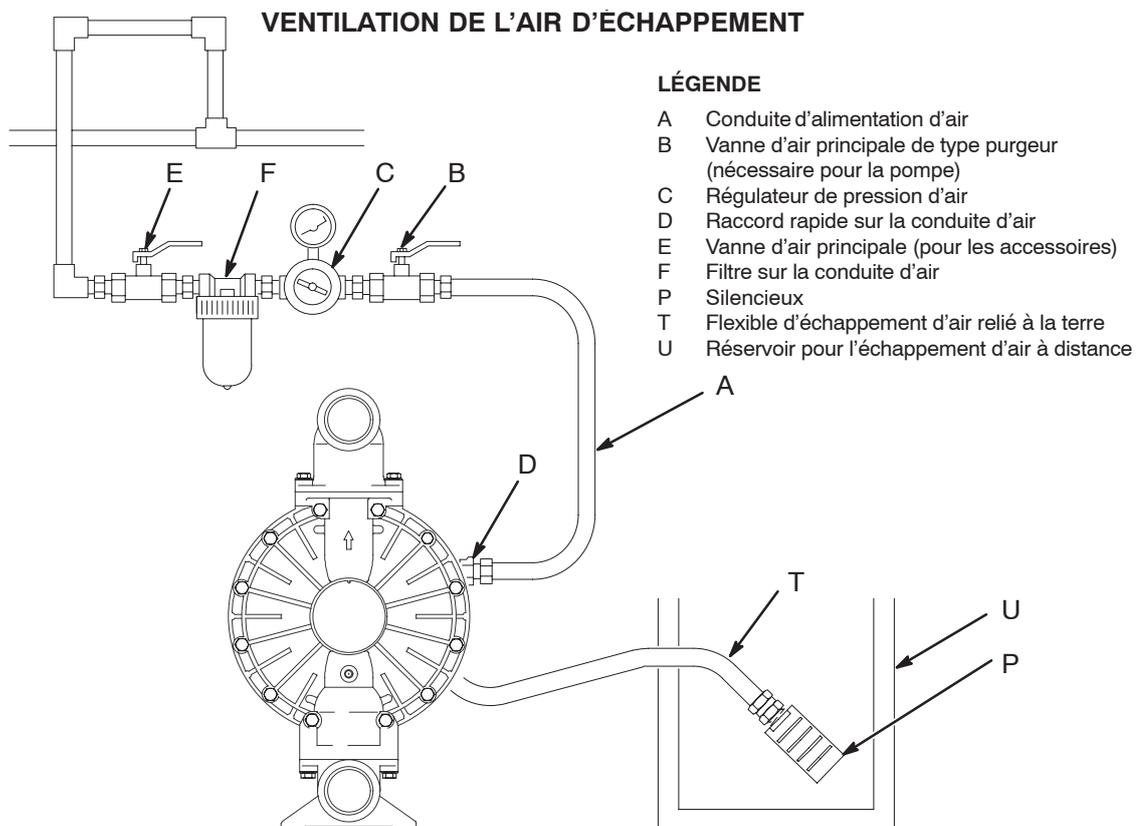

Fig. 5
Une membrane défectueuse provoquera l'échappement du produit pompé en même temps que l'air. Placer un réservoir approprié à l'extrémité de la conduite d'échappement d'air pour récupérer le produit. Voir Fig. 5.
1. Retirer le silencieux (P) de l'orifice d'échappement d'air de la pompe.
2. Installer un flexible d'échappement d'air relié à la terre (T) et raccorder le silencieux (P) à l'autre extrémité du flexible. Le flexible d'échappement d'air doit avoir un diamètre intérieur minimum de 19 mm (3/4 in.). Si l'on a besoin d'un flexible de plus de 4,57 m, choisir un diamètre supérieur. Veiller à ce que le flexible ne fasse pas d'angles trop aigus ni de nœuds. Voir Fig. 5.
3. Placer un réservoir (U) à l'extrémité de la conduite d'échappement d'air pour récupérer le fluide en cas de rupture d'une membrane.